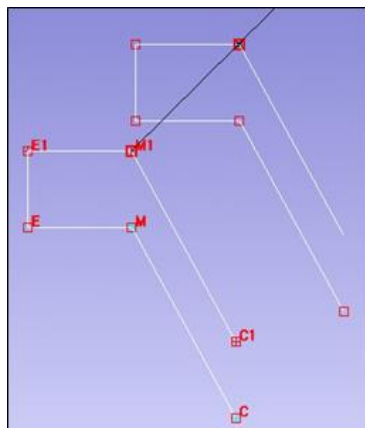

Рис. 4.11. Привязка контура в полярном режиме
18.4. Активизируйте команду **Переместить** . При этом появится направляющая, которая соединяет точки **M1** на исходном контуре и его копии (рис. 4.11). Поверните направляющую на 45° . Не фиксируя положение, в командной строке введите величину смещения – *100 м*. Нажмите **Enter**. При прохождении направляющей через значения углового шага у точки **M1** появляется точка привязки.